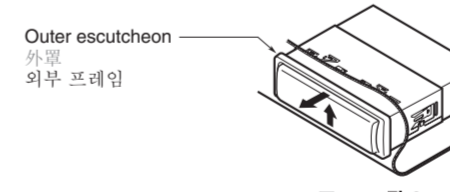

Figure 8 / 图 8 / 그림 8
- Press the outer escutcheon upward and remove it. (Figure 8)
- 向上按压外罩将其取下。(图 8)